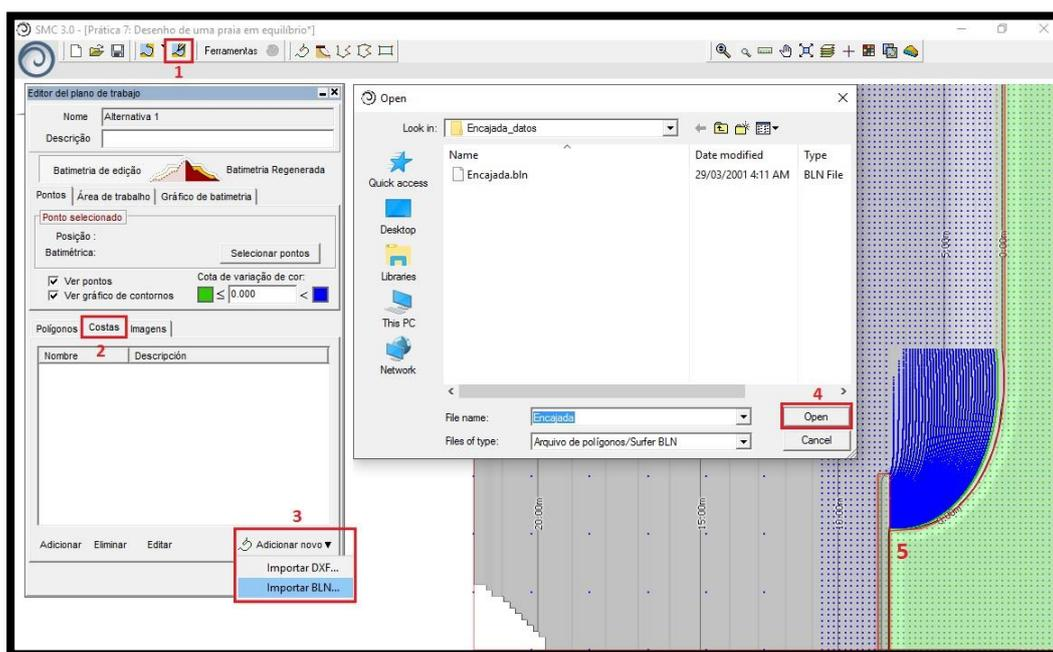

Figura 5 – Incluir arquivo de costa tipo [.bln].
Para isso, é necessário adicionar um arquivo tipo [.bln] com este contorno. Seguir os passos abaixo para adicioná-la ao projeto, tendo como orientação a Figura 5:
- 19) No “Editor do plano de trabalho” **(1)** (Figura 5), clicar na aba “Costas” **(2)**;